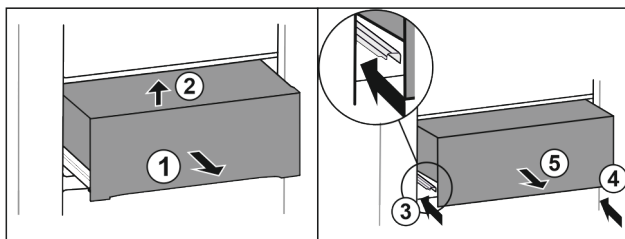

Fig. 30
- Изтеглете чекмеджето наполовина Fig. 30 (1).
- Повдигнете отпред Fig. 30 (2).
- Вкарайте лявата релса Fig. 30 (3).
- Вкарайте дясната релса Fig. 30 (4).
- Извадете чекмеджето напред Fig. 30 (5).